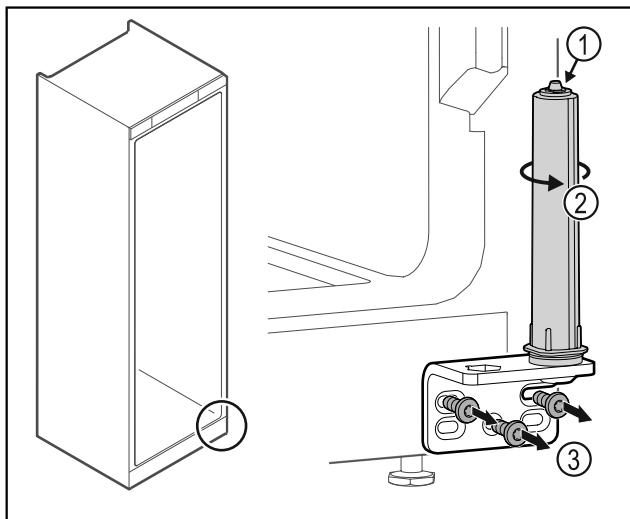

Fig. 27
- ▶ No desensamblar el sistema de cierre de la puerta Fig. 27 (1).
- ▶ Girar el sistema de cierre Fig. 27 (2) hasta que haga clic.
- ▶ Desatornillar la escuadra de bisagra Fig. 27 (3).